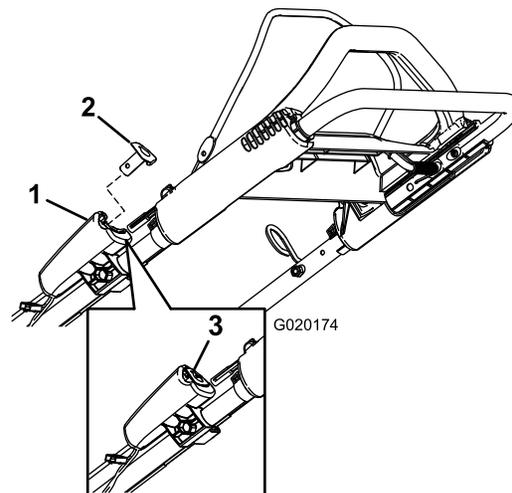

**Рисунок 12**
1. Удерживайте штангу управления ножом прижатой к рукоятке (Рисунок 12).